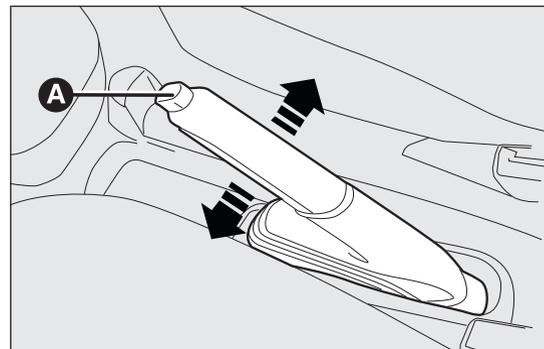

fig. 113
La palanca del freno de mano fig. 113 está situada entre los asientos delanteros.
- levantar ligeramente la palanca y pulsar el botón de desbloqueo A fig. 113;